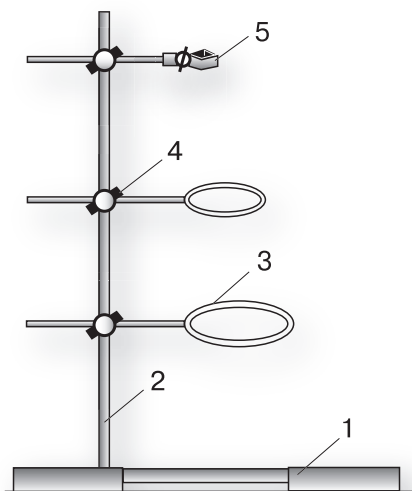

Рис. 4. Лабораторный штатив: 1 — подставка; 2 — стержень; 3 — кольцо; 4 — зажим; 5 — лапка
1. Приёмы обращения с лабораторным штативом (рис. 4). Штатив служит для закрепления приборов при выполнении опытов. Он состоит из массивной чугунной подставки, в которую ввинчен стержень. На стержне при помощи зажимов закрепляют лапку или кольца.